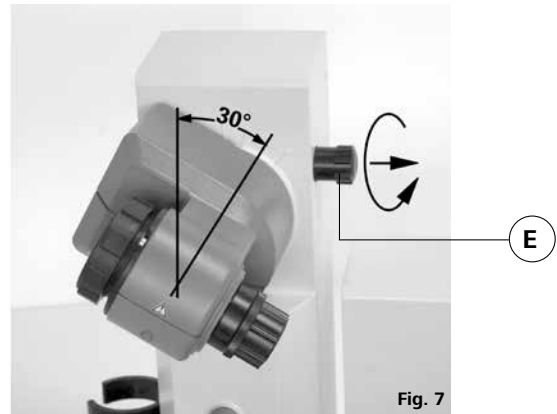

Fig. 7
- ☞ 逆时针旋转并松开升降支臂右侧的旋转机构角度锁定装置 (E) (轻轻按下并向外旋转凸出部分 (E))。
- ☞ 将旋转机构角度设定为 30°左右 (Fig. 7)